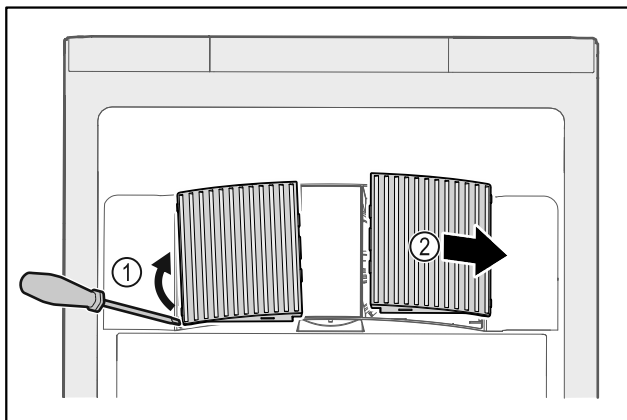

Fig. 230
- ▶ Ventilatorabdeckungen vorsichtig von der Seite heraushebeln Fig. 230 (1) und nach vorne abnehmen Fig. 230 (2).